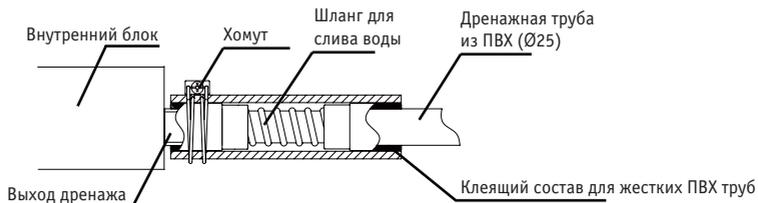

Рис. 7.1
3. Используйте теплоизоляционный кожух для дренажного трубопровода воды (принадлежность), чтобы связать трубы всасывания и слива воды внутреннего блока (особенно участок, проходящий в помещении), и используйте стяжку для дренажного трубопровода воды (принадлежность), чтобы плотно стянуть их так, чтобы воздух не проникал и не образовывал конденсат. См. рисунок 7.1.